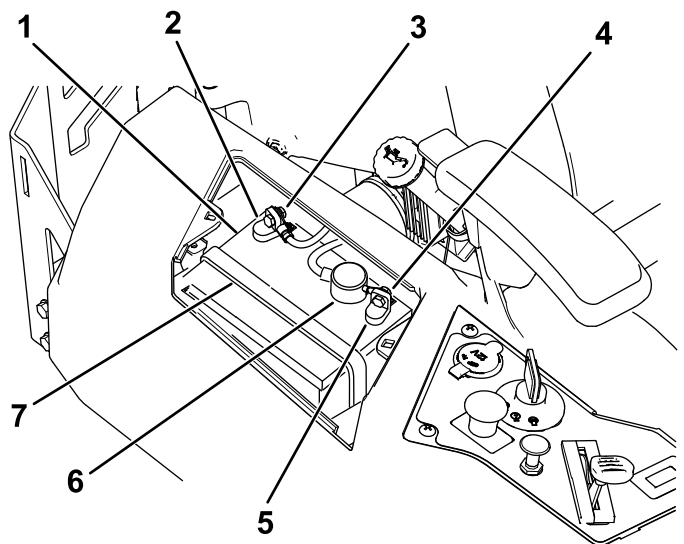

Figura 45
4. Desconecte el cable negativo de tierra (negro) del borne de la batería (Figura 45).
6. Desconecte el cable positivo (rojo) del borne de la batería (Figura 45).
7. Retire la correa de sujeción de la batería (Figura 45) y levante la batería para retirarla de su bandeja.
1. Coloque la batería en la bandeja (Figura 45).
5. Fije la batería con la correa de sujeción (Figura 45).